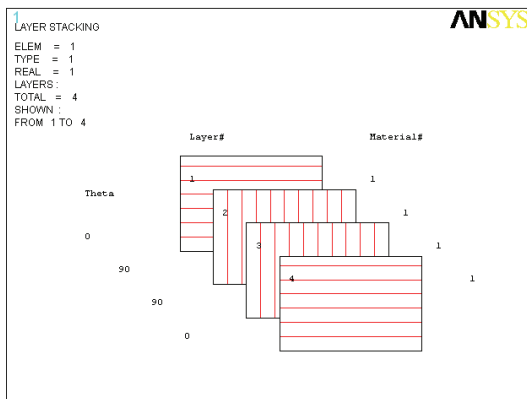

图 6-44 叠层信息结果图形显示
13) 选择 Utility Menu | Plot | Layered Elements 命令, 出现 Plot Layer Elem 拾取菜单, 在输入栏中输入 1, 单击 OK 按钮, 出现 Plot Layered Element Stacking 对话框, 在 EL Element no. for display 输入栏中输入 1, 在 LAYR1, LAYR2 Range of layers 输入栏中输入 1、4, 单击 OK 按钮, ANSYS 显示窗口将图形显示叠层信息, 如图 6-44 所示。